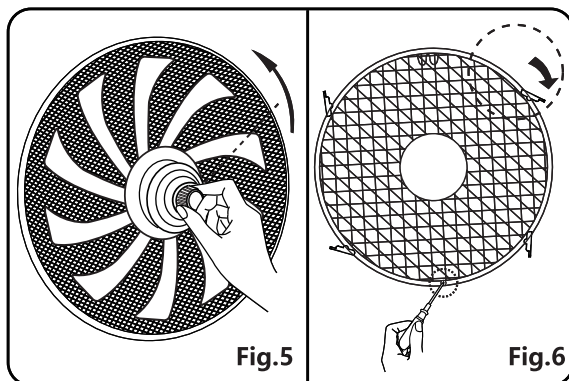

Fig.5
2. Insérez les pales sur l'arbre moteur. Assurez-vous que l'axe de l'arbre moteur s'insère dans la rainure des pales. Tournez le cône dans le sens antihoraire pour bien fixer les pales. (Fig. 5)